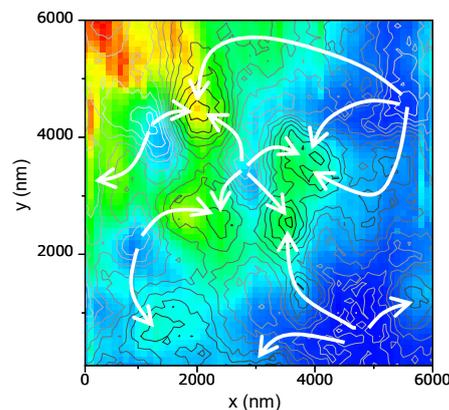

図 2
- 図2は、InGaN量子井戸における発光のSNOMイメージング分光の一例です。赤～青のカラーは発光強度、等高線はエネルギーポテンシャルを表しており、白い矢印は測定結果から予想される電子の動きを示しています。